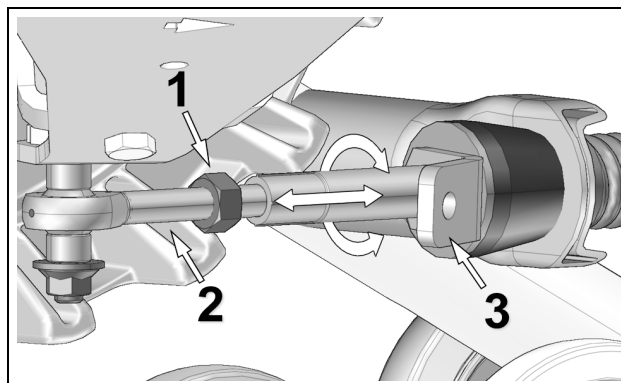

Figure 5
- Desserrer le contre-écrou (1) de l'embout à rotule. Ajuster la longueur de l'embout (2) en tournant le support de limiteur de conduite (3) au bras stabilisateur à l'aide d'une clé jusqu'à l'obtention de l'ajustement de **254 mm** entre la barre plate et le sol. Figure 5.